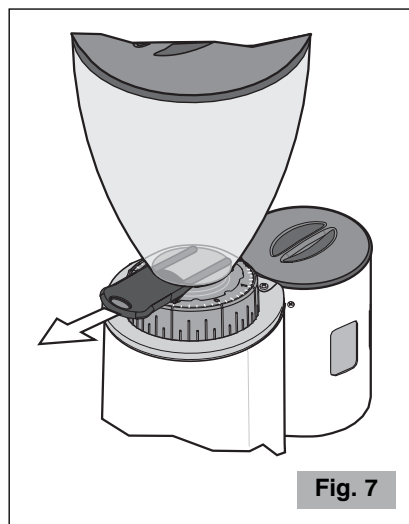

Fig. 7
**S'assurer de l'ouverture complète de l'obturateur de la cloche jusqu'à la fin de sa course (dernier déclenchement) (voir Fig. 7).**